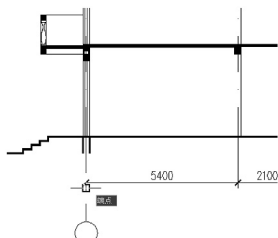
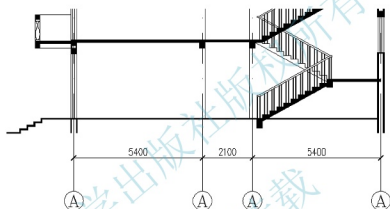

图 4.122 捕捉插入点
图 4.123 复制轴线编号
② 在指定插入点或 [基点(B)/比例(S)/旋转(R)/预览比例(PS)/预览旋转(PR)]: 提示下，捕捉图 4.122 所示处作为插入点。
③ 在输入轴线编号: 提示下，输入“A”。
④ 将上面插入的定位轴线复制到⑩、⑪、⑫轴线处，结果如图 4.123 所示。